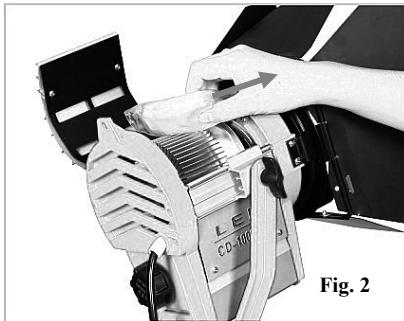
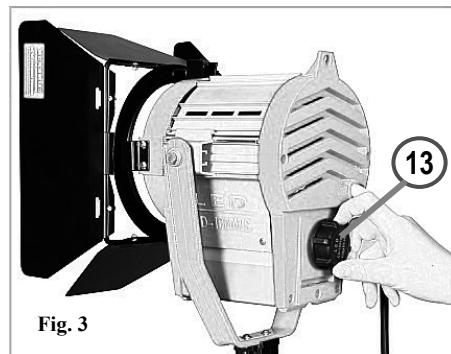

Fig. 2
Fig. 3
3. **Verwijder het beschermvulsel voor transport** en eventueel andere resten (Fig. 2). Sluit het deksel.
4. Plaats de klepenset (2) en regel de hellinghoek van de bevestigingsbeugel.
5. Sluit de 220V stekker (5) aan op een contactdoos.
6. Schakel de LED verlichting IN UIT met schakelaar (6).
7. Stel de focus van de lichtstroom in met regelknop (13) (Fig. 3).
3. **Enlevez le rembourrage de protection pour le transport** et éventuellement d'autres résidus.(Fig. 2). Fermez le couvercle.
4. Placez le coupe-flux (2) et ajustez l'angle d'inclinaison de l'étrier de fixation.
5. Raccordez la fiche 220V (5) à une prise de courant.
6. Appuyez l'interrupteur (6) pour allumer ou éteindre la lumière LED.
7. Réglez la focalisation du flux lumineux avec le bouton de réglage (13) (Fig. 3).